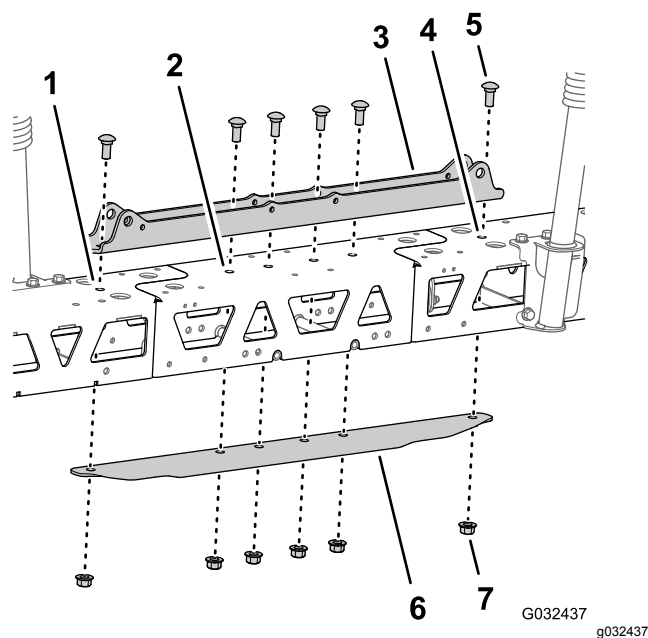

图77
5. 将油缸安装座中的孔与桁架框架中心线和中间喷洒臂延长组件中的孔对齐 (**图77**)。
6. 将连接板插入桁架框架和中央喷洒臂延长组件将连接板中的孔与桁架中心线和喷洒臂延长组件的孔对齐 **图77**。
7. 使用在 **分开中央喷洒臂段桁架** (页码 28) 的步骤 2 中拧下的 2 个托架螺栓 1/2 x 1-1/4 英寸和 2 个凸缘锁紧螺母 1/2 英寸以及 GeoLink 喷洒系统完成套件中的 4 个托架螺栓 1/2 x 1-1/4 英寸和 4 个凸缘锁紧螺母 1/2 英寸组装油缸安装座、桁架、中央喷洒臂延长组件及连接板 **图77**。